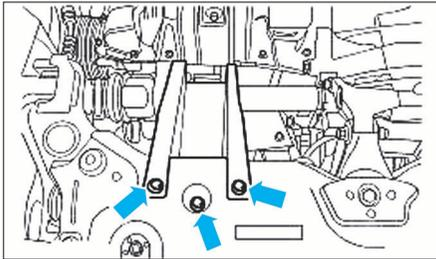

FIG. 42
- Si nécessaire, déposer le caisson déformable (Fig.42).
- Si déposé, serrer les fixation du boîtier déformable à 4 daN.m (Fig.42).